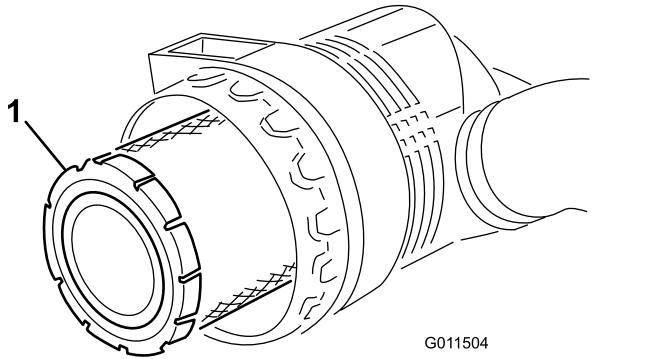

Figura 71
3. Togliete il filtro primario e sostituitelo (Figura 71).